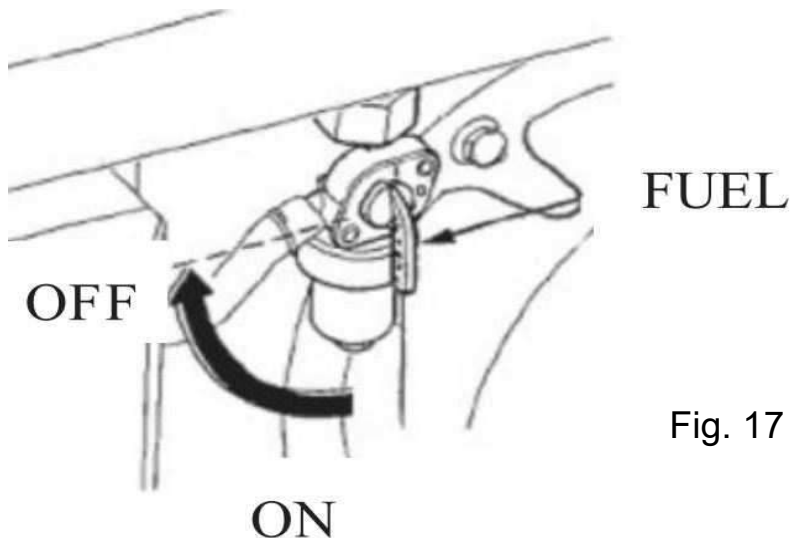

Fig. 17
2. Aprire il rubinetto del carburante (v. pag. 26 fig. 17).